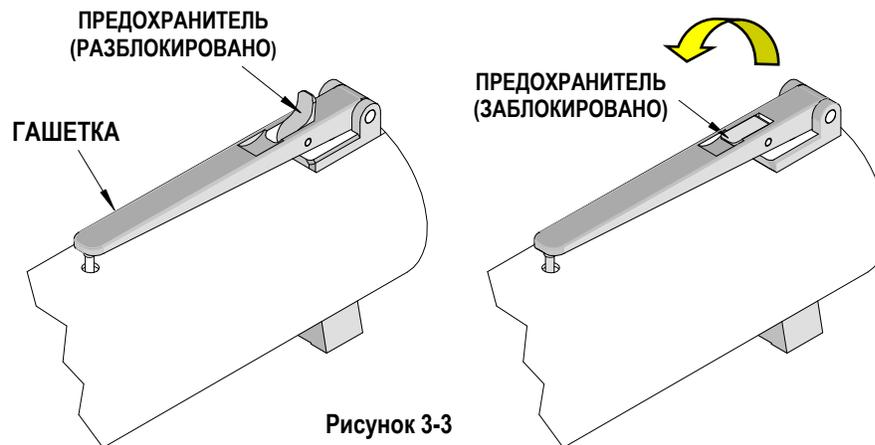

Рисунок 3-3
3. Снова заблокируйте гашетку на приводе, защелкнув предохранитель. Для блокировки нажмите на предохранитель на конце гашетки до упора. См. рис. 3-3.